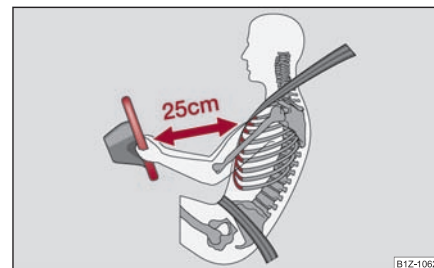

Fig. 4 Distanța corectă a conducătorului față de volan
- Reglați astfel scaunul conducătorul auto încât distanța dintre volan și torace să fie de cel puțin 25 cm ⇒ **pagina 11, fig. 4**. Dacă nu se respectă această distanță, sistemul airbag nu își poate exercita eficiența maximă – Pericol!